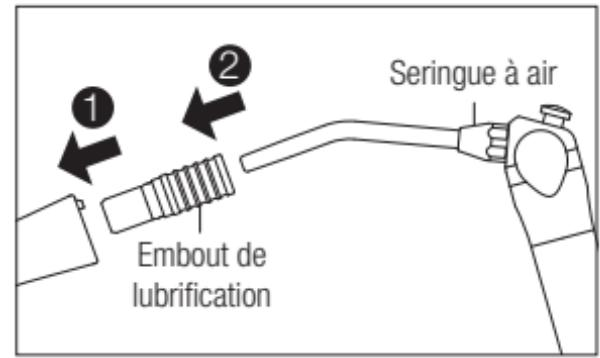

Fig. 8
- 3) Insérez l'embout de lubrification à l'arrière de l'instrument jusqu'à ce qu'il soit verrouillé et correctement mis en place jusqu'au au clic sonore (Fig. 8 ①).
- 4) Insérez une seringue à air dans l'embout de lubrification. Puis soufflez de l'air pendant 30 secondes ou plus pour purger l'excès d'huile à l'intérieur de l'instrument (Fig. 8 ②).